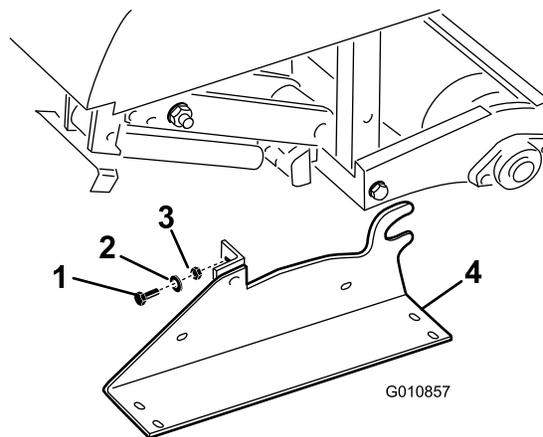

Figura 32
- Rimuovete i bulloni, le rondelle di bloccaggio e i dadi che fissano i supporti di rimessaggio su entrambi i lati dell'arieggiatore (Figura 32).